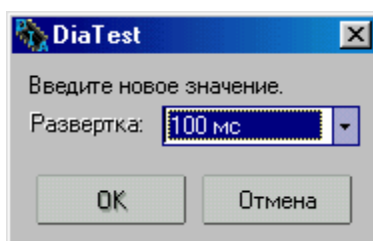

Рис. 53
- окна «Имя функции», «Развертка», «Амплитуда сигнала», «Такт», в которые переписывается информация, введенная при задании V-функции. Информация в окнах может корректироваться. Имя функции изменяется прямо в окне. Для корректировки остальных параметров необходимо установить курсор в области числового значения параметра и нажать левую кнопку «мыши». После чего появится окно для ввода (рис. 53);